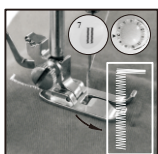

Рис. 18
- (3) Выберите образец строчки № 7, включите переключатель и прошейте ткань подходящей длины, затем выключите переключатель. Внимательно старайтесь, чтобы прошитый стежок прошивался ровно (рис.18).